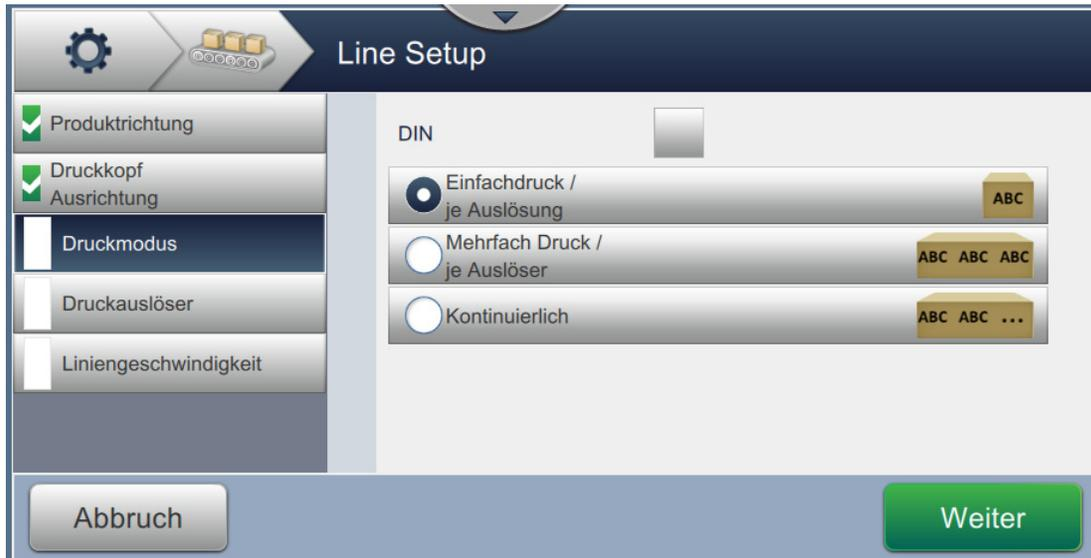

Abbildung 6-30: Linieneinrichtung – Druckmodus.
1. Berühren Sie den *Druckmodus* auf dem Bildschirm für die Einstellungen zur Linieneinrichtung, wie dargestellt in Abbildung 6-30.
1. Wählen Sie die Option *Mehrfach*, wie dargestellt in Abbildung 6-30. Berühren Sie die .
1. Wählen Sie die Option *Kontinuierlich*, wie dargestellt in Abbildung 6-30. Berühren Sie die